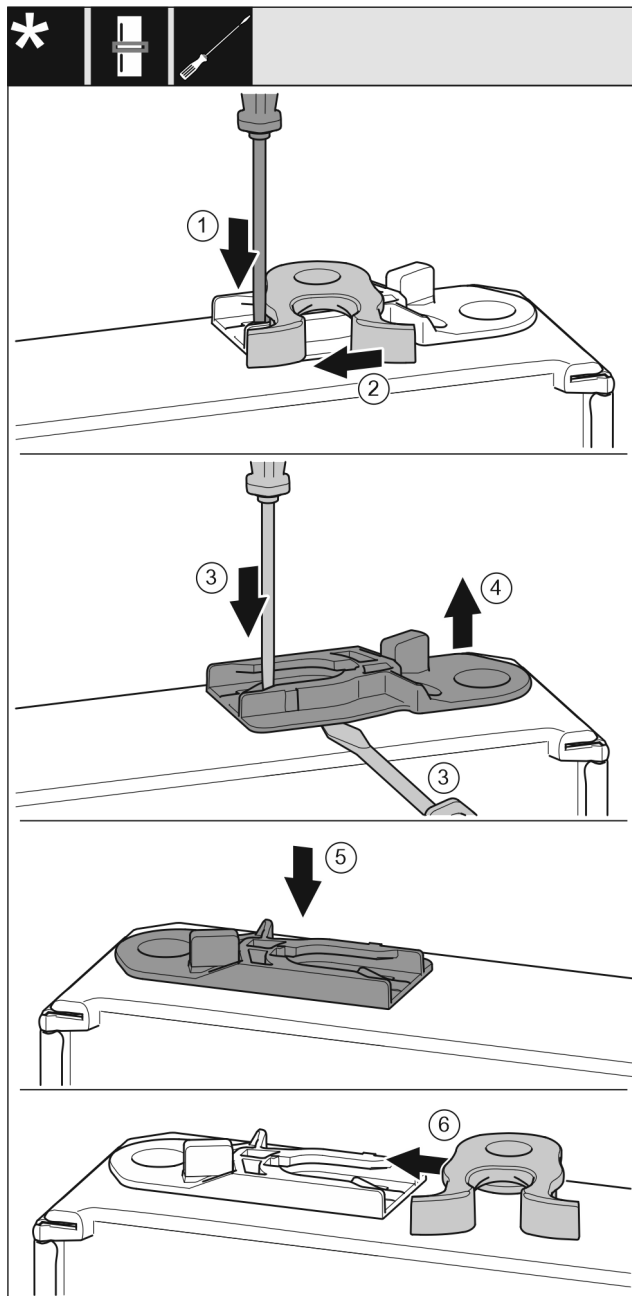

Fig. 18
- ▶ Plochým skrutkovačom zatlačte strmeň nadol. Fig. 18 (1)
- ▶ Zatvárací hák vytiahnite z vedenia. Fig. 18 (2)
- ▶ Vytiahnite vodiace puzdro: plochým skrutkovačom zatlačte strmeň a súčasne plochý skrutkovač zasuňte pod vodiace puzdro. Fig. 18 (3, 4)
- ▶ Vodiace puzdro, ktoré je súčasťou dodávky, zasuňte na druhej strane telesa. Fig. 18 (5)
- ▶ Zatvárací hák zasuňte do vedenia. Fig. 18 (6)